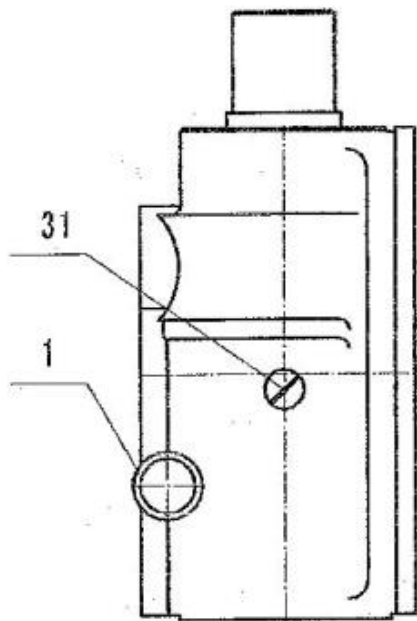

Рис.10
9.3.3.1 Продольная подача (рис. 10) Поверните рукоятку (26) влево, рычажный механизм нажимает на выключатель SQ2, включая контактор KM5. Поверните рукоятку (26) вправо, рычажный механизм нажимает на выключатель SQ1, включая контактор KM4. Фактическое направление движения должно совпадать с указанным направлением. Если направления не совпадают, следует поменять местами любые две фазы.
9.3.3.2 Вертикальная и поперечная подача стола: Переведите переключатель SQ4 вверх или назад, сработает контактор KM5. Переведите переключатель SQ3 вниз или вперед, сработает контактор KM4. Фактическое направление движения должно совпадать с указанным направлением. Если направления не совпадают, следует поменять местами любые две фазы (рис. 10).
9.3.3.3 Изменение скорости подачи стола (Рис. 10): Включите выключатель движения SQ6, одновременно быстро потянув за рукоятку (27), чтобы выбрать требуемую скорость. Затем включите выключатель движения SQ6, одновременно быстро толкая назад рукоятку (27), сработает контактор KM4, чтобы включить двигатель для облегчения зацепления шестерен.